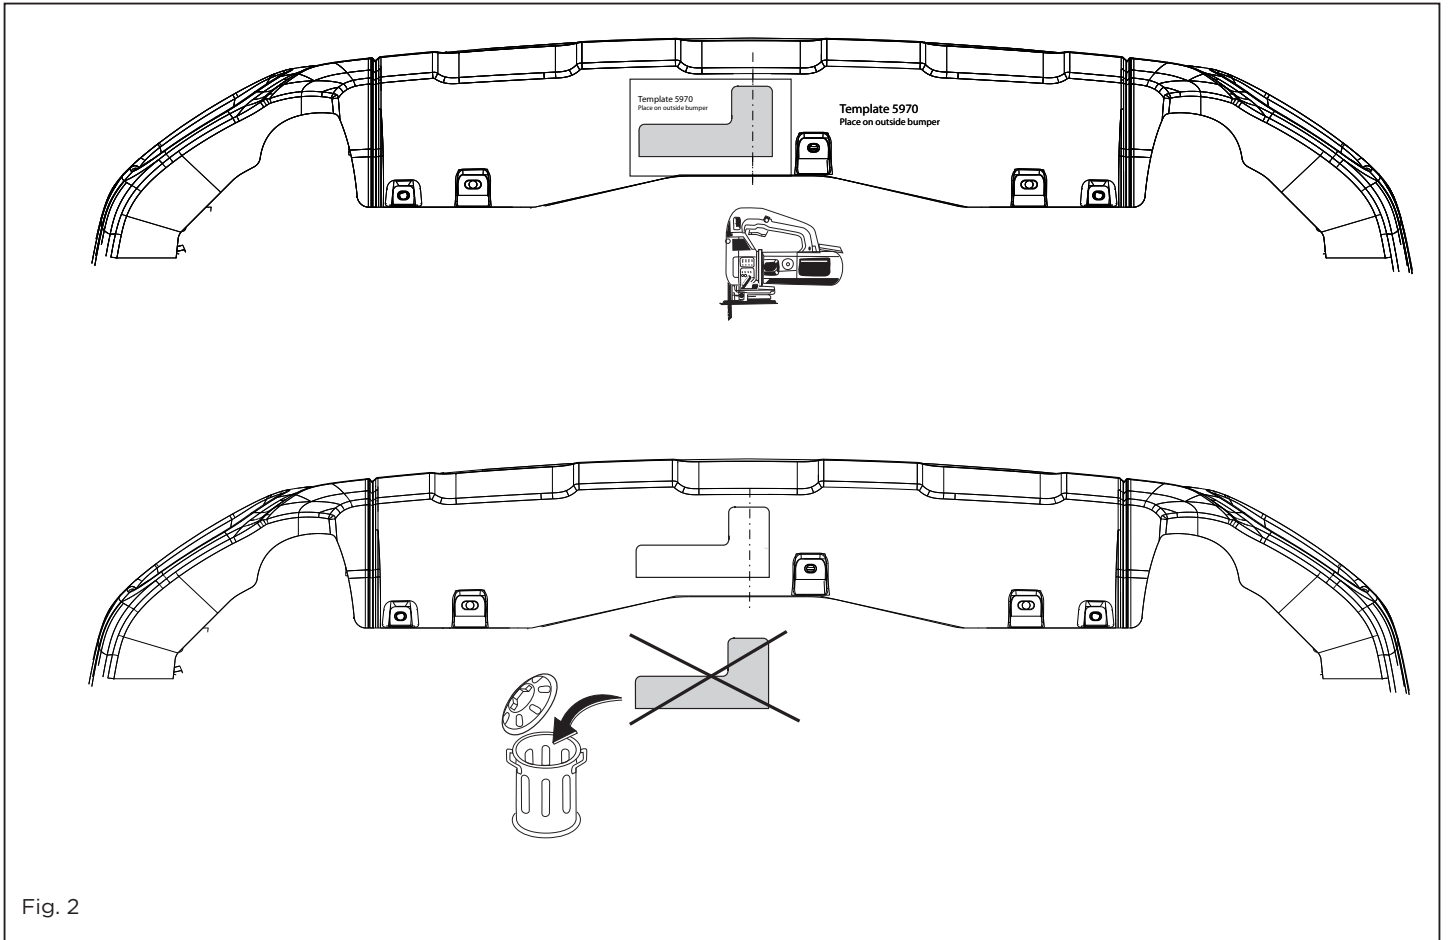

Fig. 2
4. Выпилить указанную часть из бампера при помощи шаблона. (Нанести шаблон на наружную сторону бампера.). См. рисунок 2.